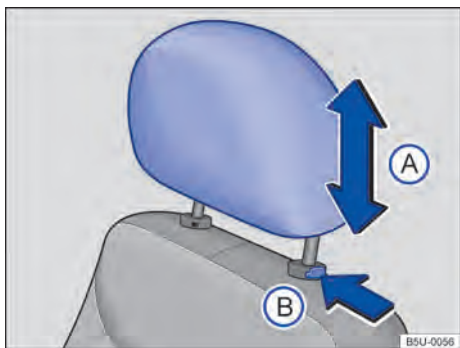

Fig. 37 Desinstalar o apoio para cabeça dianteiro.
- Pressionar a tecla → Fig. 37 (B) no sentido da seta. Retirar o apoio para cabeça com a tecla pressionada.
- Empurrar o apoio para a cabeça totalmente para baixo com o botão → Fig. 37 (B) pressionado.